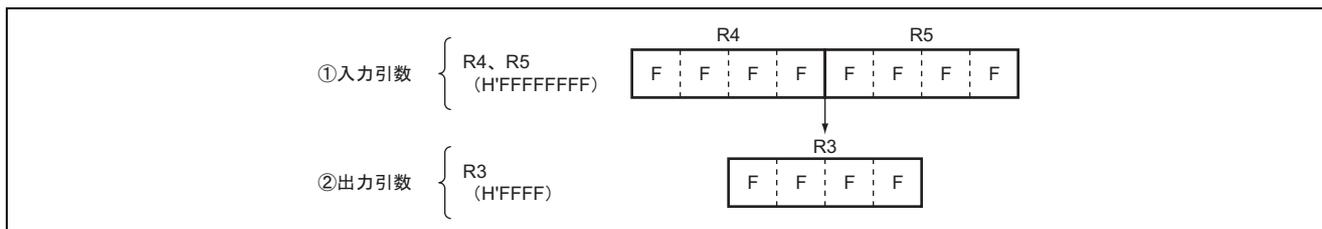

図 1 ソフトウェア SQRT の実行例
プログラミング仕様のステート数は、図 1 実行例を行った場合の値です。
(2) 図 1 にソフトウェア SQRT の実行例を示します。
入力引数を図 1 のように設定すると、図 1 のように平方根が R3 に設定されます。